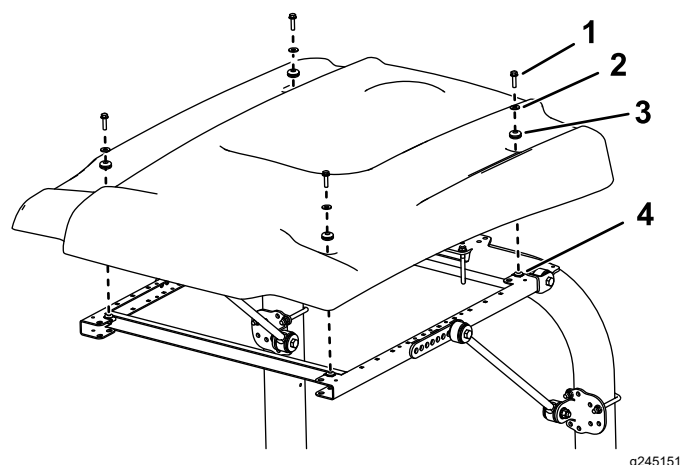

図 45
9. 図 45 に示すようにサンシェードをフレームに載せて、取り付け穴を整列させる。
10. サンシェードの各コーナー部をフレームに仮止めするフランジヘッドボルト 5/16 x ¼" 1 本、小さいワッシャ 1 枚、ハトメ 1 個を使用する図 45。